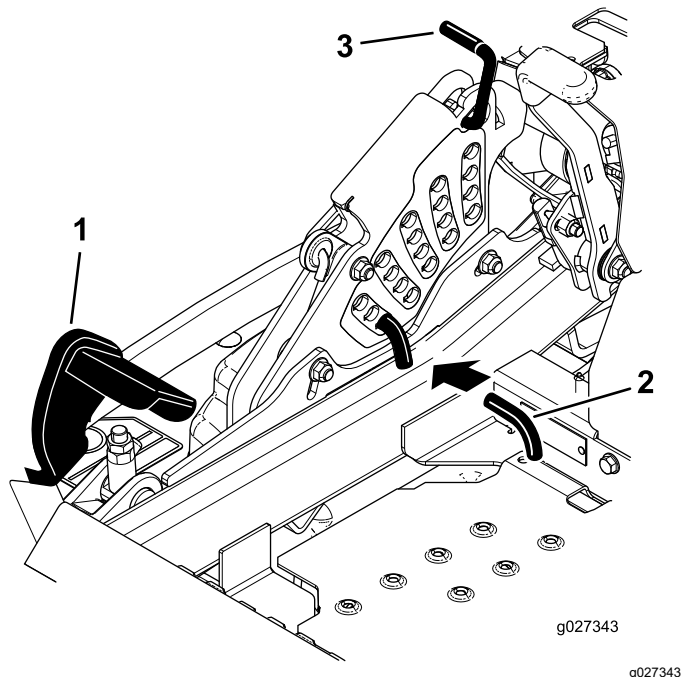

Figura 97
5. Empuje el pedal de elevación de la carcasa hacia delante del todo; la carcasa se enganchará en la posición de transporte de 14 cm (5½") (Figura 97).